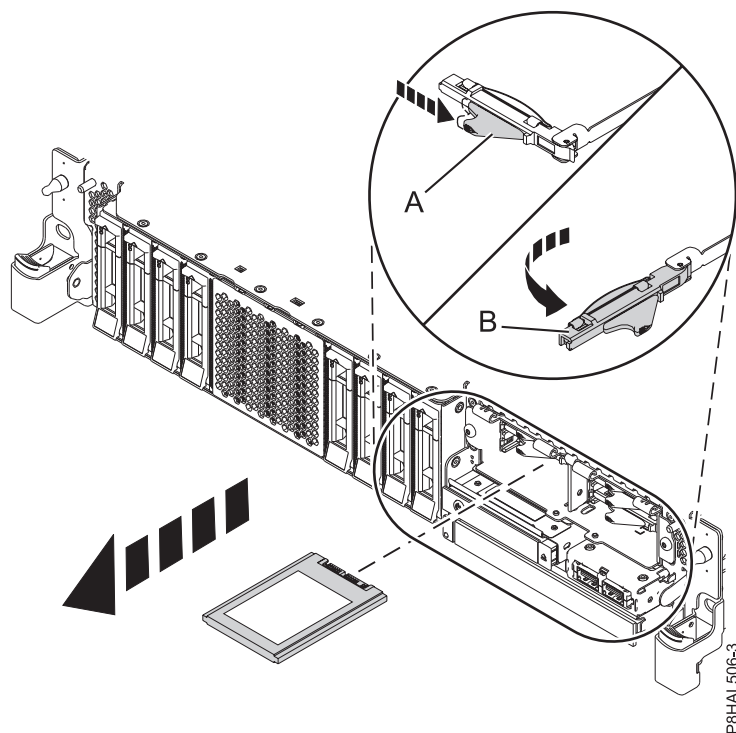

Figura 53. Extracció d'una SSD d'un sistema de funció expandida
12. Quan el LED d'identificació estigui fix, desbloquegeu la nansa del compartiment d'unitats (**B**) fent pressió al pestell de la nansa (**A**) en la direcció que es mostra i estirant la nansa del compartiment d'unitats (**B**) cap a vosaltres, tal com es mostra Figura 53 a la pàgina 55. Si la nansa encara no ha sortit del tot, la unitat d'estat sòlid no podrà lliscar fora del sistema.